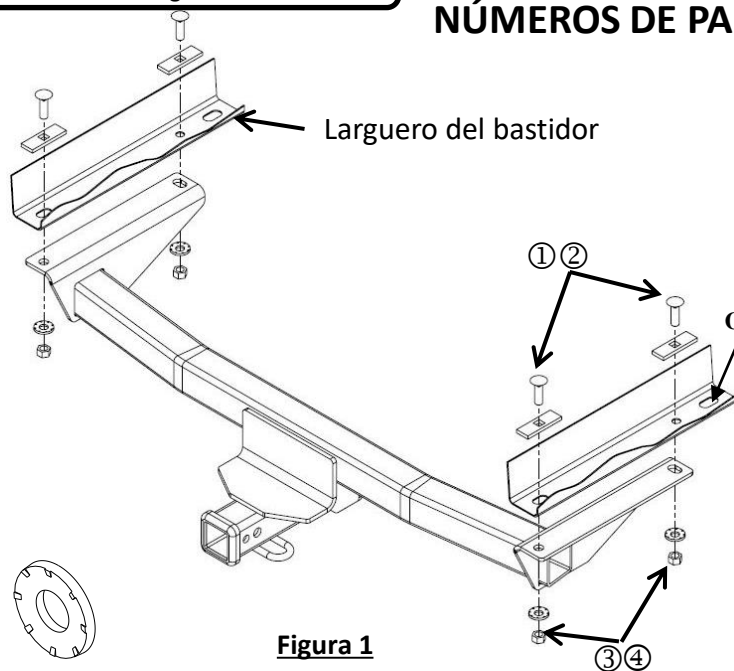
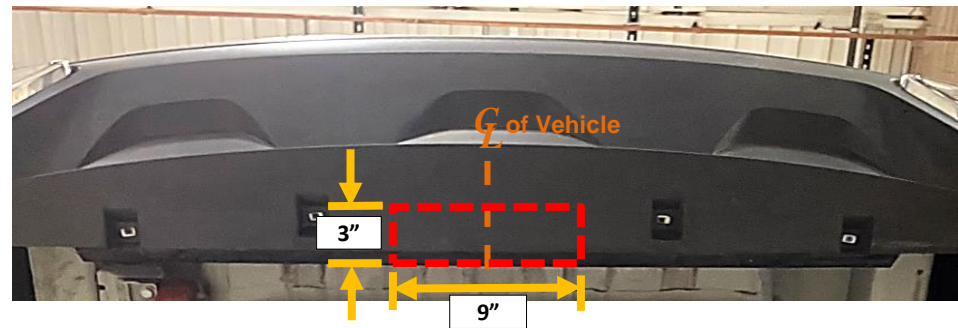

Figura 1
Figura 3
- Instalar las piezas:** Con el cable de insertar instalar las piezas 1 y 2 como se muestra en la figura 1 a través del orificio de acceso en el bastidor del vehículo. Repetir en ambos lados. **Nota:** Mantener el cable de insertar unido a las piezas.
- Retire los tornillos:** con la punta torxbit T15, retire los (4) tornillos de la parte inferior de la fascia. Este paso es solo para modelos de los años 2021 en adelante.
- Recorte la fascia inferior (a partir del modelo 2021):** utilice una cinta métrica, un marcador y un cuchillo para uso general, mida, marque y recorte la fascia inferior como se muestra en la figura 3. **Nota:** Reubique el arnés de cableado si está presente en el área de recorte.
3. Instalar las piezas: Con el cable de insertar instalar las piezas 1 y 2 como se muestra en la figura 1 a través del orificio de acceso en el bastidor del vehículo. Repetir en ambos lados. **Nota:** Mantener el cable de insertar unido a las piezas.
4. Retire los tornillos: con la punta torxbit T15, retire los (4) tornillos de la parte inferior de la fascia. Este paso es solo para modelos de los años 2021 en adelante.
5. Recorte la fascia inferior (a partir del modelo 2021): utilice una cinta métrica, un marcador y un cuchillo para uso general, mida, marque y recorte la fascia inferior como se muestra en la figura 3. Nota: Reubique el arnés de cableado si está presente en el área de recorte .